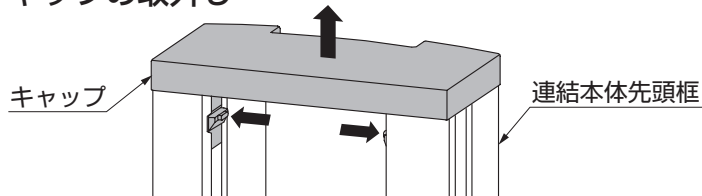

図5-1
① 連結本体先頭框のキャップの突起部を押して、上に引上げてはさずしてください。(図5-1参照)